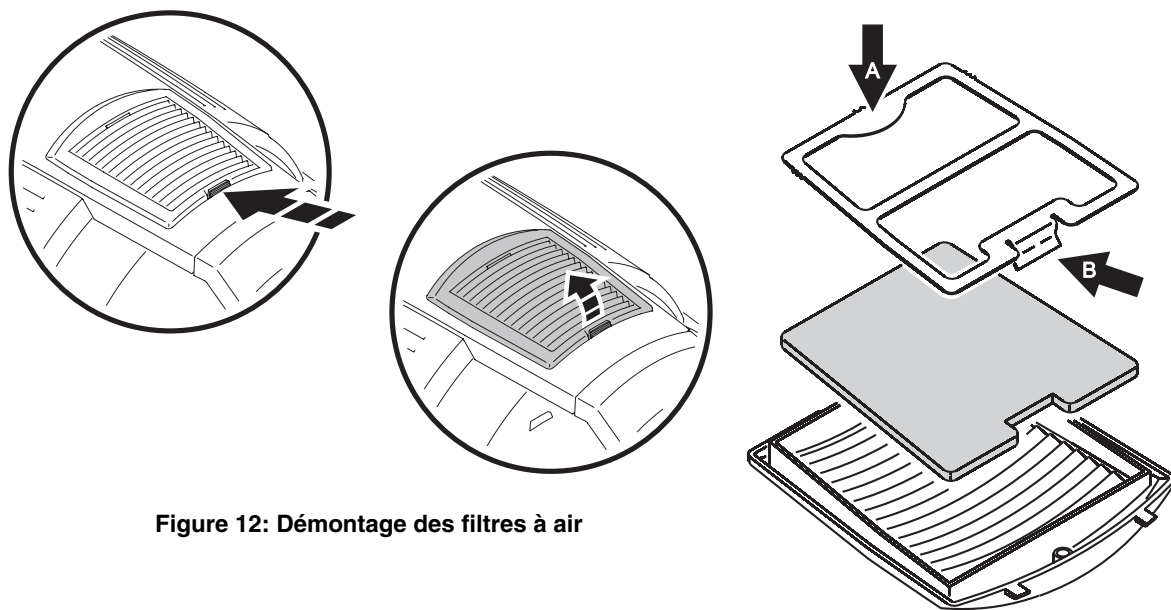

Figure 12: Démontage des filtres à air
1. Voir Figure 12. Sur chaque face de la tête, ouvrez les capots de filtre à air en appuyant sur le loquet prévu. Dégagez les deux filtres.